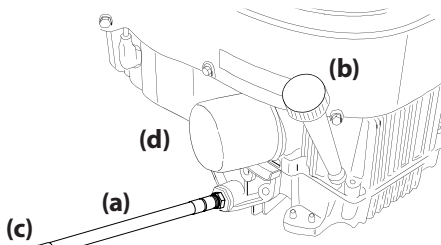

Figura 40
1. Ubique la manguera de drenaje de aceite (a) que está en el costado del motor. Consulte la Figura 40.
2. Para recoger el aceite usado, coloque un recipiente adecuado con al menos una capacidad de 2.5 cuartos de galón (2.37 litros), debajo de la abertura de la manguera de drenaje de aceite. Retire el tapón de llenado de aceite/la varilla de nivel de aceite (b) del tubo de llenado. Consulte la Figura 40.
3. Mientras sostiene el extremo libre de la manguera de drenaje de aceite sobre el recipiente de recolección de aceite, desenrosque el tapón con cabeza cuadrada de la manguera (c) del extremo de la manguera de drenaje de aceite. Consulte la Figura 40. Drene el aceite del motor dentro del recipiente recolector.
5. Extraiga el filtro de aceite (d) y drene en el recipiente recolector. Consulte la Figura 40.
6. Vuelva a colocar el filtro de aceite (d) y cargue el motor con aceite nuevo según las instrucciones del Manual del Operador del Motor. Consulte la Figura 40.